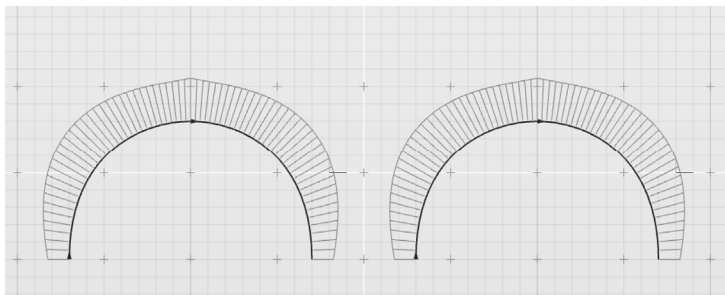

图 3-88 以曲线图检测连续性
2) 框选 4 条曲线，将它们全部选中。在菜单栏中执行“视图”→“曲线图”命令，激活“启用”并对当前选中对象显示效果。从曲线图中可见，在两组曲线中，曲线连接处都具有至少 G2 的连续性，如图 3-88 所示。随后禁用曲线图并退出。针对这两组具有 G2 连续性的曲线，下面将对比使用“连接曲线实体”工具和“合并”工具.